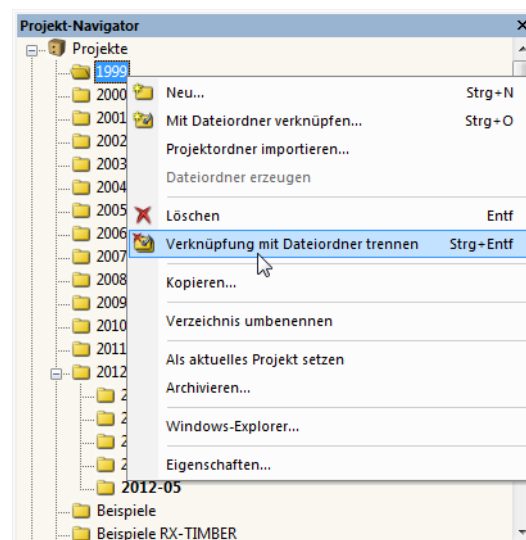

Bild 12.7: Kontextmenü eines Projekts
- dem Kontextmenü-Eintrag **Kopieren** des Projekts im Navigator (siehe Bild 12.7).
- Kontextmenü-Eintrag **Eigenschaften** des Projekts im Navigator (siehe Bild 12.7)
- Kontextmenü des Projekts (siehe Bild 12.7) oder Modells (siehe Bild 12.12).